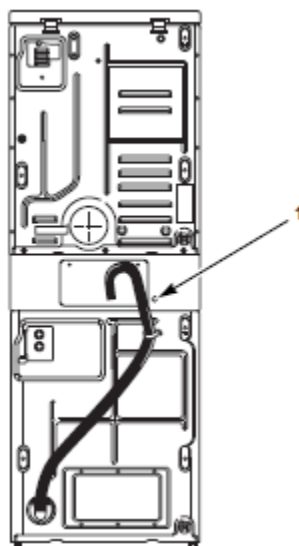

Рисунок 24
3. Установите в отверстие компенсатор натяжения кабеля (поставляется вместе с машиной). Смотрите *Рисунок 24*.
4. Протяните кабель питания через отверстие. Смотрите *Рисунок 24*.